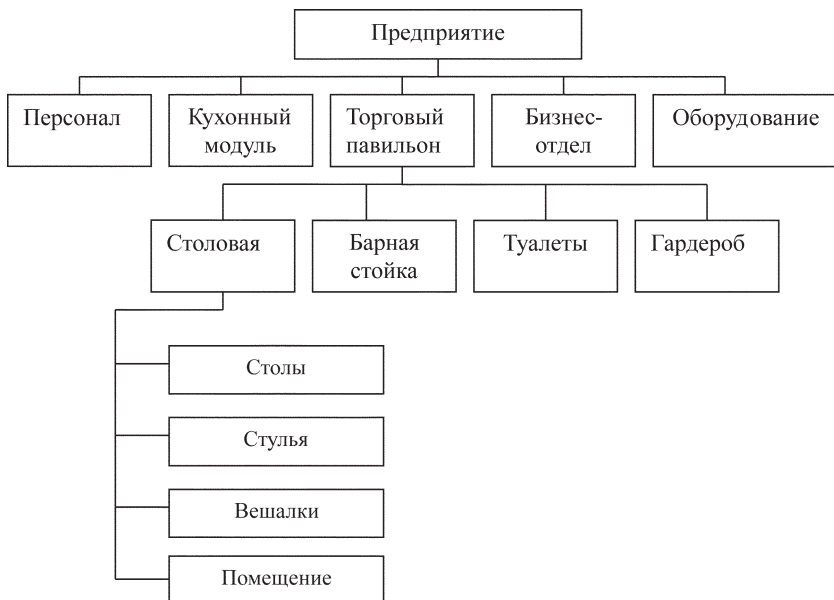

Рис. 2.2. Схема продуктового принципа построения целевой структуры
1. *Продуктовый* — построение по компонентам продукции проекта. В качестве элементов WBS выбираются элементы продукции проекта, его материальные результаты. Для определения названия пакетов работ и отдельных работ используются существительные (рис. 2.2).